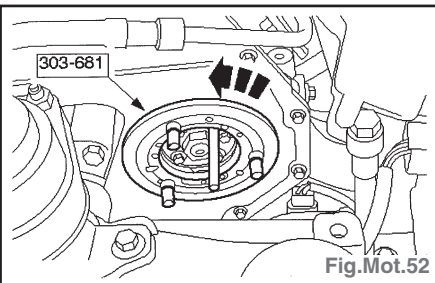

Fig.Mot.52
- Déposer l'outil spécial du pignon de pompe d'injection (Fig.Mot.52).